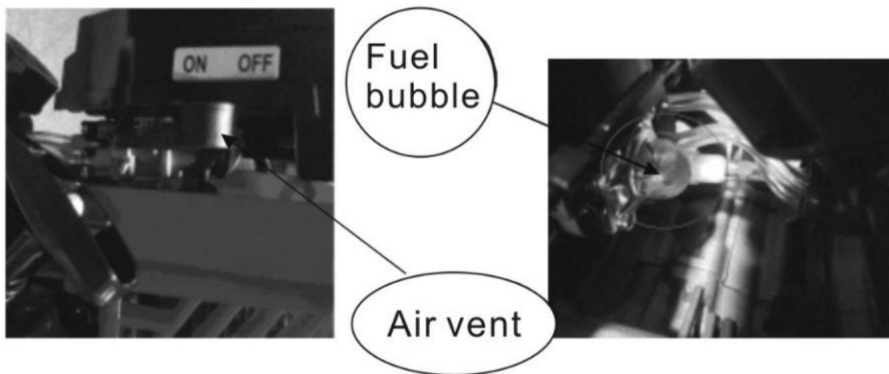

Fig 3
1. Före första start av den nya maskinen, upprepa tryck på det genomskinliga bränslet bubbla (se fig. 3) för att fylla förgasaren helt med bränsle.